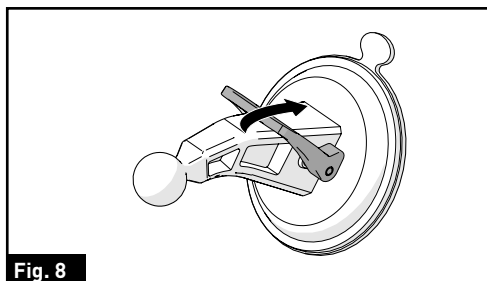

Fig. 8
3. Coloque con cuidado la ventosa en el parabrisas y gire el brazo de bloqueo hacia abajo para pegar de forma segura. (Fig. 8)